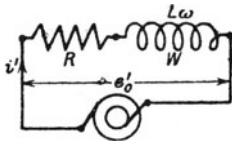

Fig. 116.
259. Ein veränderlicher aber induktionsfreier Widerstand  $R = 4, 6, 8, 10 \Omega$  und eine Spule mit dem Widerstande  $w = 2$  [3] (1)  $\Omega$  und dem induktiven  $L\omega = 8$  [9] (6)  $\Omega$  sind hintereinander geschaltet und an eine Stromquelle von 100 [80] (120) Volt angeschlossen (Fig. 116). Gesucht wird: